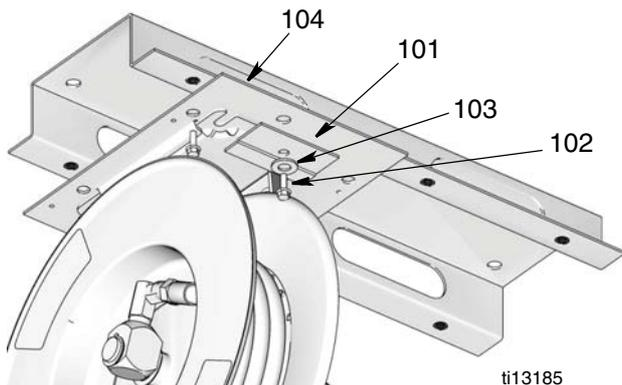

FIG. 14
3. Retire el perno (102), la arandela (103) y la placa de unión (101). Saque después el carrete de manguera de la placa base (104) (FIG. 14).